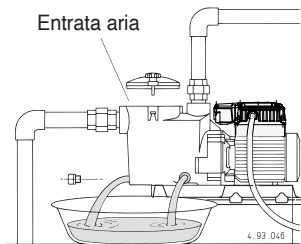

Fig. 4 Scarico
**Se la pompa rimane inattiva per lunghi periodi o se esiste il pericolo di gelo, deve essere svuotata completamente** togliendo i due tappi di scarico con le guarnizioni O-ring riutilizzabili (fig. 4).
Prima dello smontaggio svuotare il corpo pompa (vedere fig. 4 e capitolo 15.). Per lo smontaggio e il rimontaggio osservare la costruzione sul disegno in sezione (capitolo 17.).